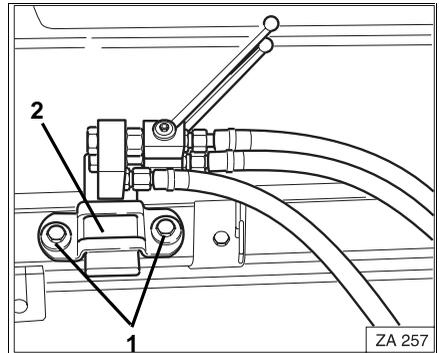

Fig. 62
- Percez deux trous ( $\varnothing$  12 mm) à un emplacement convenable pour recevoir les vis de fixation (Fig. 62/1).
- Fixez le support (Fig. 62/2) à l'aide des vis (Fig. 62/1).